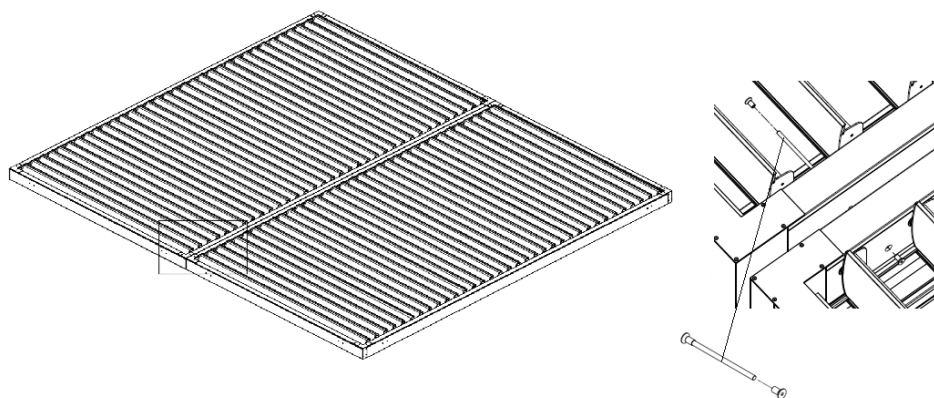

Figure 17
3. Vissez un écrou à tête fraisée M8 avec une douille Allen sur une extrémité de la goupille M8 jusqu'à ce que vous sentiez une résistance (Fig. 17). Faites passer la goupille dans le trou de montage sur le côté des poutres. De l'autre côté, vissez le deuxième écrou conique M8 avec une douille Allen (Fig. 40). Le couple de serrage est de 17 Nm.